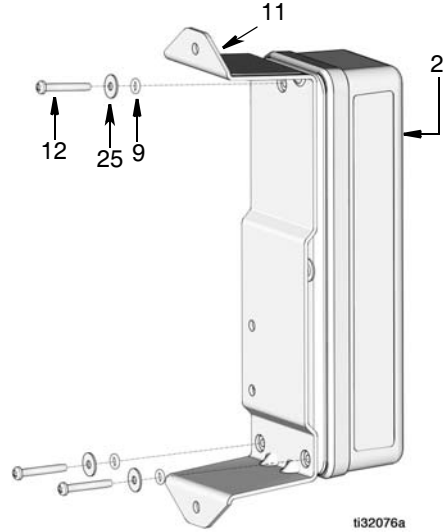

FIG. 12
21. Alinhe o conjunto do gabinete do PAC (2) ao suporte (11). Instale os dois O-Rings (9), arruelas (25) e parafusos (12) para fixar o suporte ao gabinete (FIG. 12).